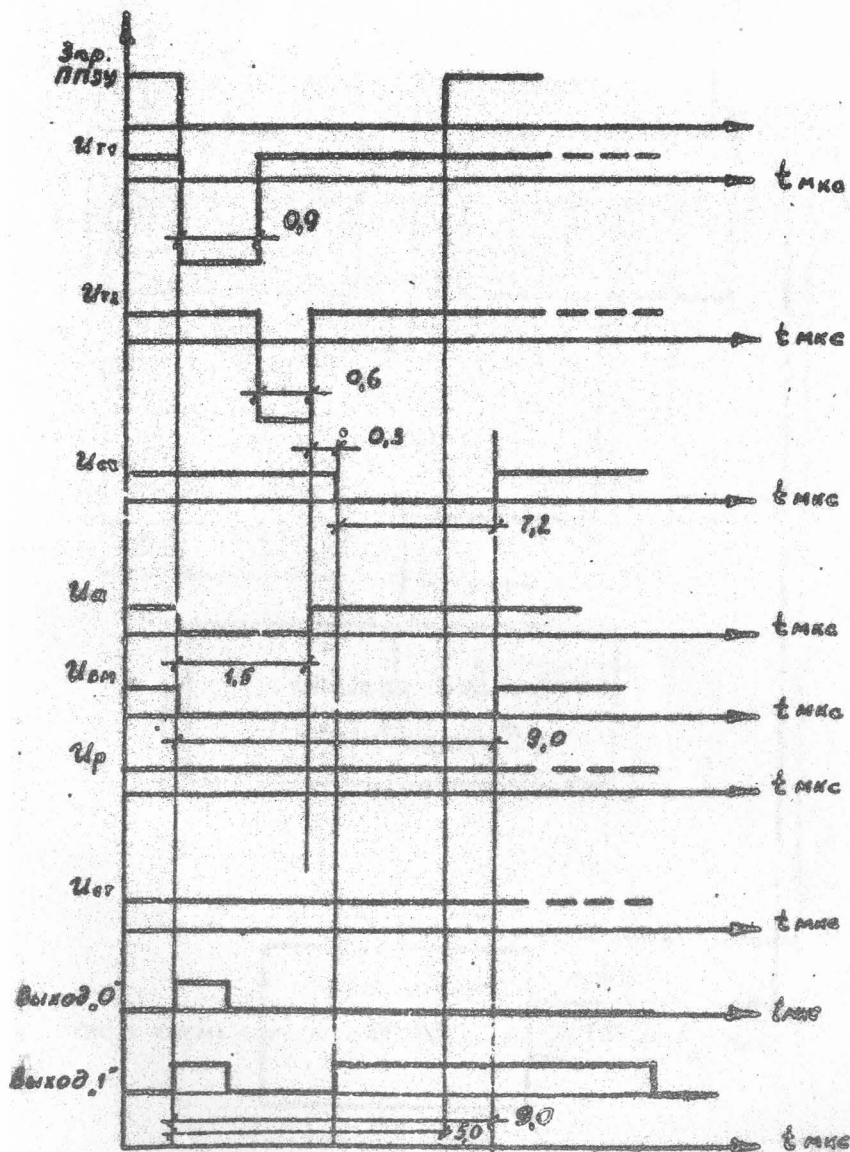

РИС. 4 ВРЕМЕННАЯ ДИАГРАММА РАБОТЫ БЛОКА
4.5. Узел генератора синхронимпульсов предназначен для выработки временной диаграммы работы блока. Временная диаграмма работы приведена на рис.4.
и 11 и сдвигового регистра. Причем, формирователь 1 вырабатывает сигналы  $U_a$  (синхросигнал для адресной шины),  $U_{в.м.}$  (синхросигнал дешифратора выбора микросхемы); формирователь 11 формирует сигналы  $U_{г1}$ ,  $U_{г2}$  и  $U_{эп/сч}$ , где  $U_{г1}$  и  $U_{г2}$  - фазовое питание микросхемы K558PE11, а сигнал  $U_{эп/сч}$  - сигнал организации режима "Считывания" из микросхемы (см. рис.4).